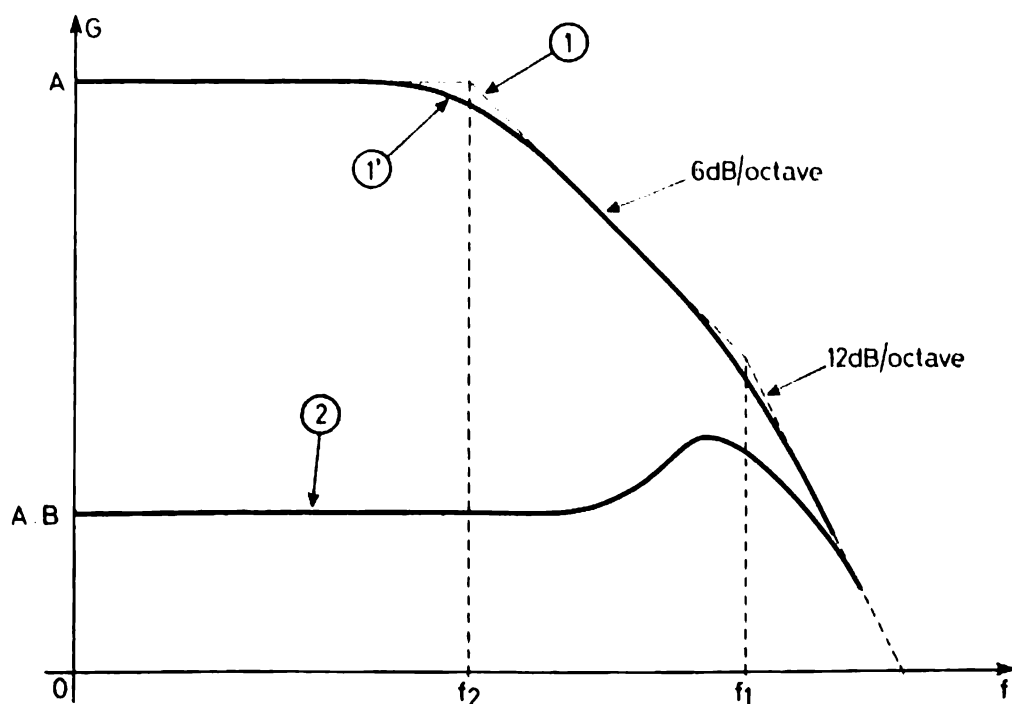

Fig. 19
La figure 19 permet de comparer le gain en boucle ouverte, c'est-à-dire le gain A de l'amplificateur seul et le gain en boucle fermée, c'est-à-dire celui de l'ensemble contre-réactionné par R_1 et R_2 . Pour le premier, la courbe théorique, avec ses pôles f_1 et f_2 est représentée en (1). Dans la courbe réelle (1'), les transitions sont évidemment moins anguleuses.